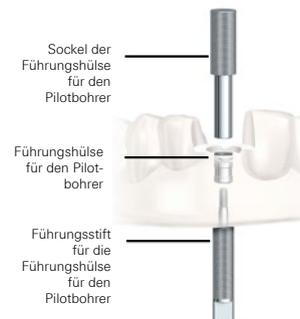

Abbildung 2: Fixierung der Führungshülse für den Pilotbohrer
- Für die korrekte Fixierung der Führungshülse für Pilotbohrer den Schraubenteil des Befestigungswerkzeugs von unten (Befestigungsstift für Führungshülsen für Pilotbohrer 1,5 mm - Artikelnr. 300442; Befestigungsstift für Führungshülsen für Pilotbohrer 2,0 mm - Artikelnr. 300443) (Intaglio/Innenseite der OP-Schablone) und den Gewindeteil (Befestigungssockel für Führungshülsen für Pilotbohrer 1,5/2,0 mm – Artikelnr. 300444) von oben (okkusal-/äußere Fläche der OP-Schablone) (siehe Abbildung 2) verwenden. Von Hand festziehen.